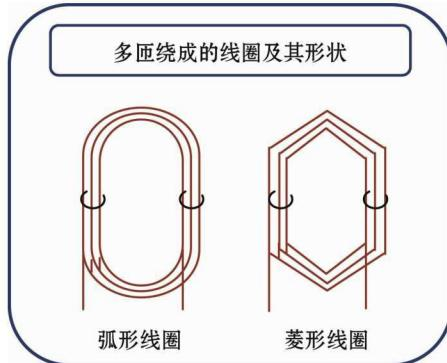
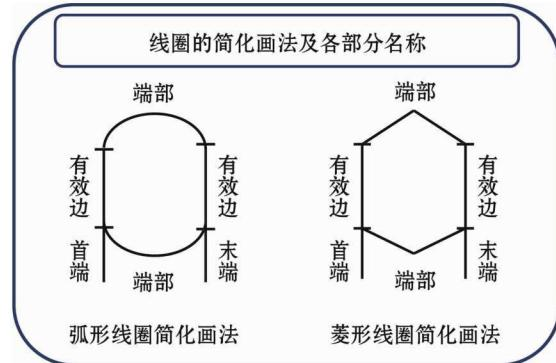

图 2-1 线圈形状
图 2-2 线圈简化画法
(1) 线圈——是由绝缘导线在绕线模上按一定形状绕制而成。线圈的形状、简化画法及各部分名称如图 2-1、图 2-2 所示。